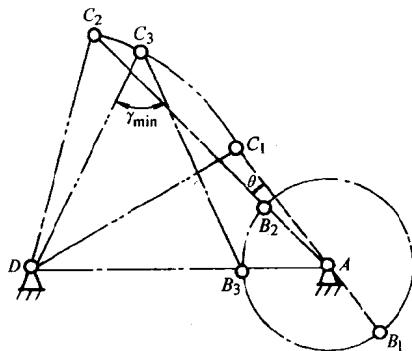

图 6
(2) 该机构的最小传动角 γ_{\min} 和极位夹角 θ 如图 6 所示; 行程速比系数 $k = (180^\circ + \theta) / (180^\circ - \theta) = 1.1$ 。